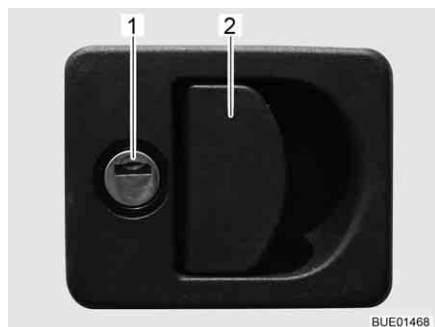

Bild 62 Lucklås med greppkåpa
- Stick in nyckeln i låscylindern (Bild 62,1) och vrid ett kvarts varv. Lucklåset är upplåst.
- Drag i låshandtaget (Bild 62,2). Den utvändiga luckan är öppen.